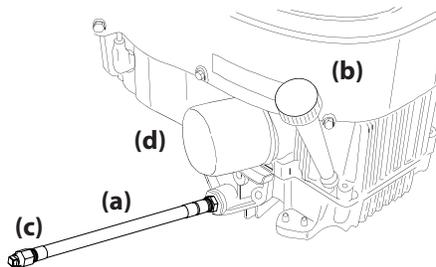

Figura 4-1
- Ubique la manguera de drenaje (a) de aceite del lado derecho del motor. Consulte Figura 4-1.
- Mientras sostiene el extremo libre de la manguera de drenaje de aceite (a) sobre el recipiente de recolección de aceite, desatornille el tapón de cabeza cuadrada de la manguera (c) del extremo de la manguera (a). Consulte Figura 4-1. Drene el aceite del motor dentro del recipiente.